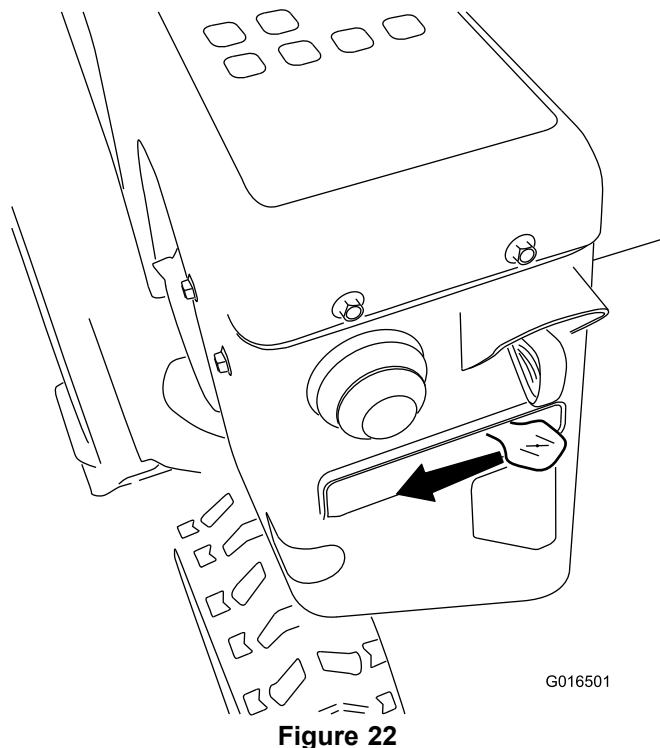

Figure 22
5. Réglez le starter à la position STARTER (Figure 22).